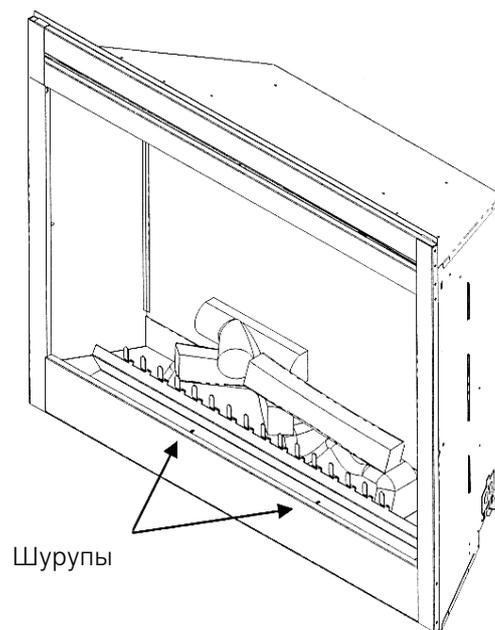

Рис.5
2. Выкрутите два шурупа из кронштейна "поленницы", выньте ее (см. рисунок 5).